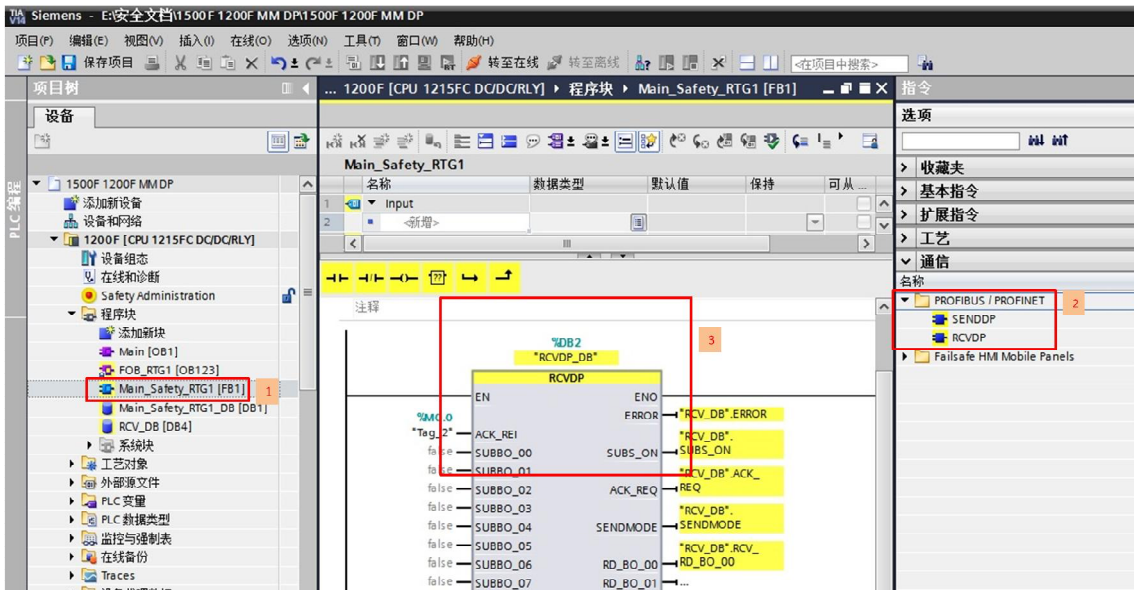

图 2-17 插入接收功能块 RCVDP
3) 打开“程序块”下面的“ Main_Safety_RTG1”（FB1），调用 RCVDP 数据接收功能指令。注意：必须在安全程序开始时调用 RCVDP，即网络 1 为接收功能指令，如图 2-17。